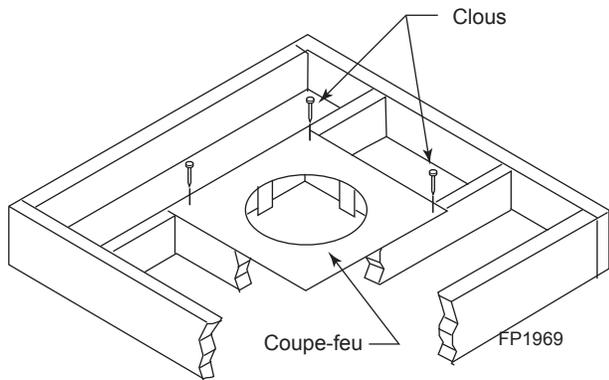
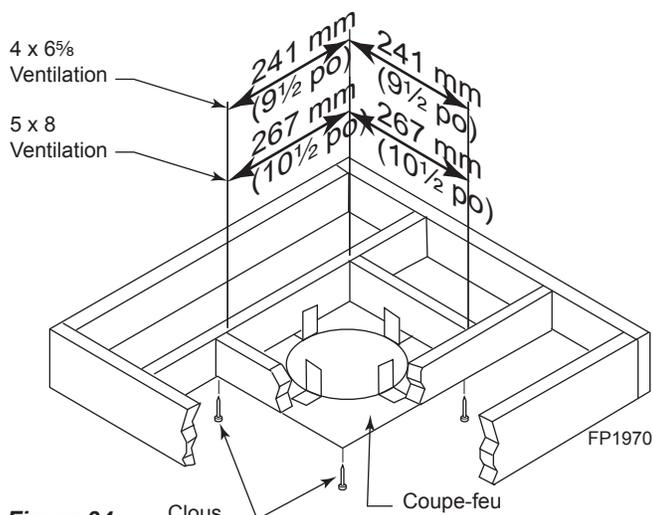

Figure 33 -
Figure 34 -
1. Percez un trou carré de 10 ½ po (267 mm) dans le plafond en vous servant des trous de positionnement comme point central. L'ouverture devrait être charpentée à des dimensions internes de 10 ½ po x 10 ½ po (241 x 267 mm) tel qu'illustré à la Figure 34 utilisant du bois de charpente de même dimension que les solives du plafond. Si l'aire se trouvant au-dessus du plafond est un plafond isolé ou une pièce, clouez le coupe-feu du côté supérieur. Ceci empêche les débris d'isolant de tomber dans l'espace de dégagement requis. Figure 33. Sinon, installez le coupe-feu sous le trou charpenté. Le coupe-feu doit être installé avec pas moins de trois clous de chaque côté. Figure 34